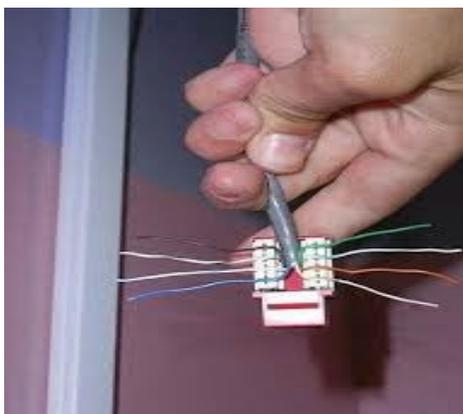

figura 4.3
6. Instalar dos jacks en cada registro, destrenzar los cables y conectarlos siguiendo la norma T568-B. como se muestra en la figura 4.3.